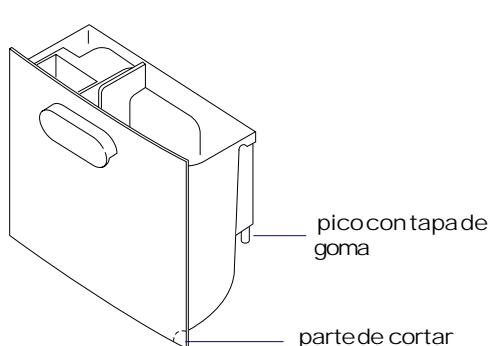

Fig. 1
- 1) En el depósito del aparato hay una parte mas sotil que tiene que ser cortada para el pasaje del tubo (fig.1)
- 2) Sacar la tapa de goma del pico (fig.1).